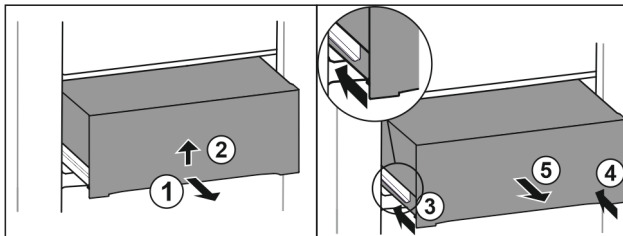

Fig. 45
- ▶ Estrarre il cassetto a metà. Fig. 45 (1)
- ▶ Sollevare il cassetto nella parte inferiore. Fig. 45 (2)
- ▶ Inserire la guida sinistra. Fig. 45 (3)
- ▶ Inserire la guida destra. Fig. 45 (4)
- ▶ Rimuovere il cassetto tirandolo in avanti. Fig. 45 (5)